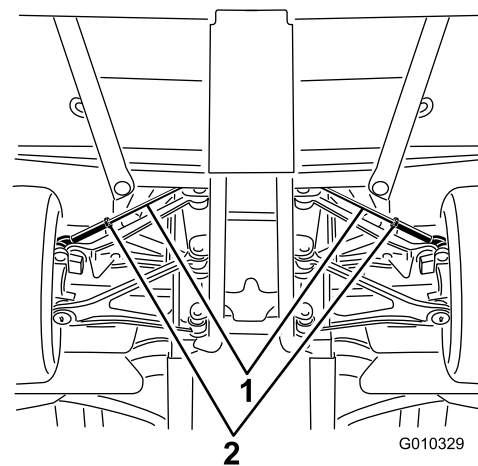

Figura 60
A. Allentate il controdado al centro del tirante (Figura 60).